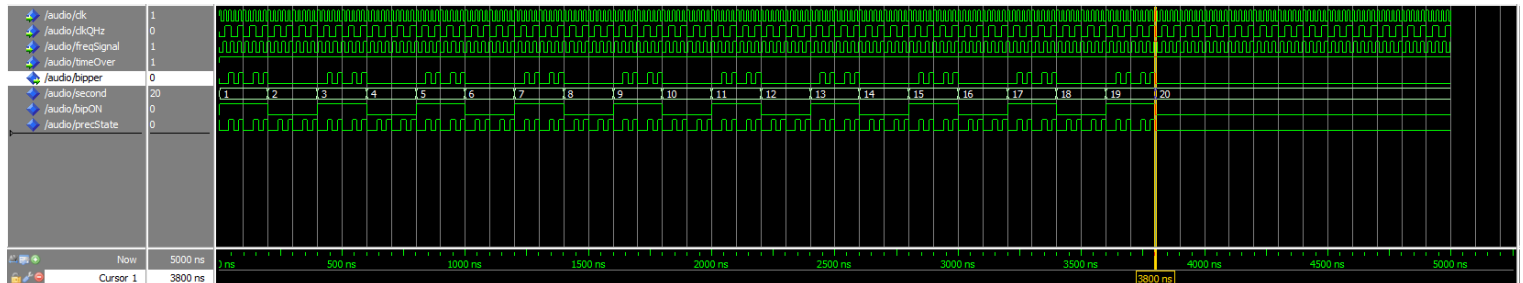

Abbildung 14: Simulation des Ende der Zeit mit dem Signalgeber und Leds
2. Ergebnis (Siehe Abbildung 14)